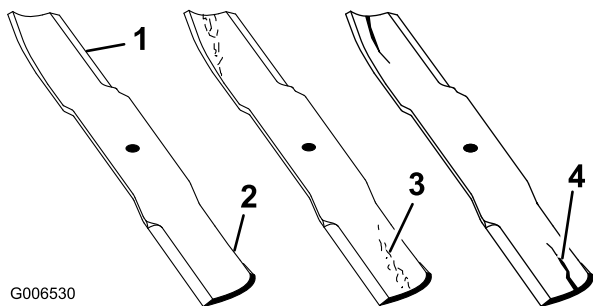

Figure 52
1. Examinez le tranchant des lames (Figure 52). Si les lames coupent mal ou présentent des indentations, déposez-les et aiguissez-les (voir Aiguisage des lames).
2. Inspectez les lames, surtout la partie relevée (Figure 52). Remplacez immédiatement toute lame endommagée, usée ou qui présente une entaille (Figure 52).